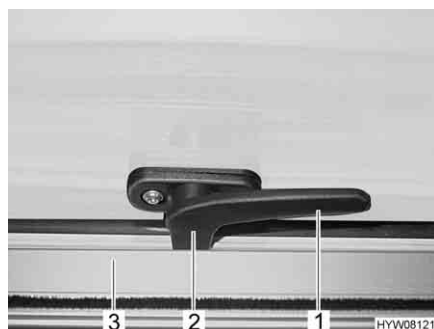

Fig. 51 Leva di serraggio in posizione "Chiuso"
- Ruotare la leva di serraggio (Fig. 51,1) di un quarto di giro verso il centro della finestra.
- Ruotare la leva di serraggio (Fig. 51,1) di un quarto di giro verso il telaio della finestra. Il nasello di chiusura (Fig. 51,2) si trova sul lato interno della chiusura della finestra (Fig. 51,3).